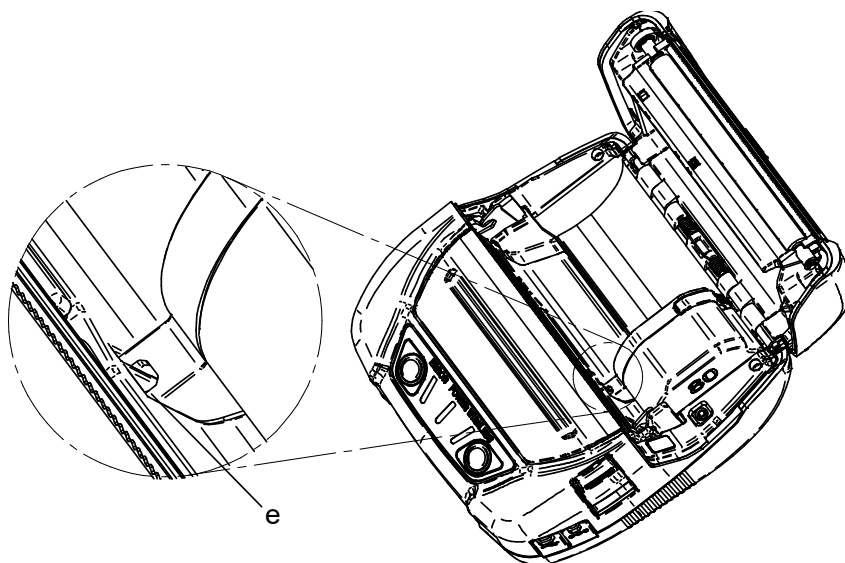

Figura 13-5 Installazione della piastra divisoria (2)
1. Allineare la linguetta della piastra divisoria "e" alla scanalatura della stampante "E", come mostrato nella Figura 13-5.